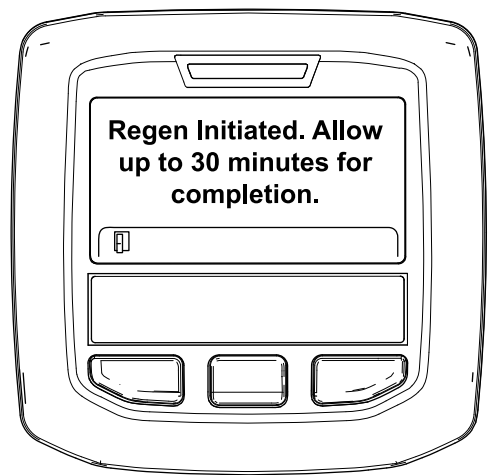

Figura 48
- Si la regeneración se permite, aparece el mensaje "Regen Initiated. Allow up to 30 minutes for completion" (Regeneración iniciada, espere 30 minutos hasta que finalice) en el InfoCenter y debe esperar a que la máquina finalice el proceso de regeneración con la máquina aparcada (Figura 48).